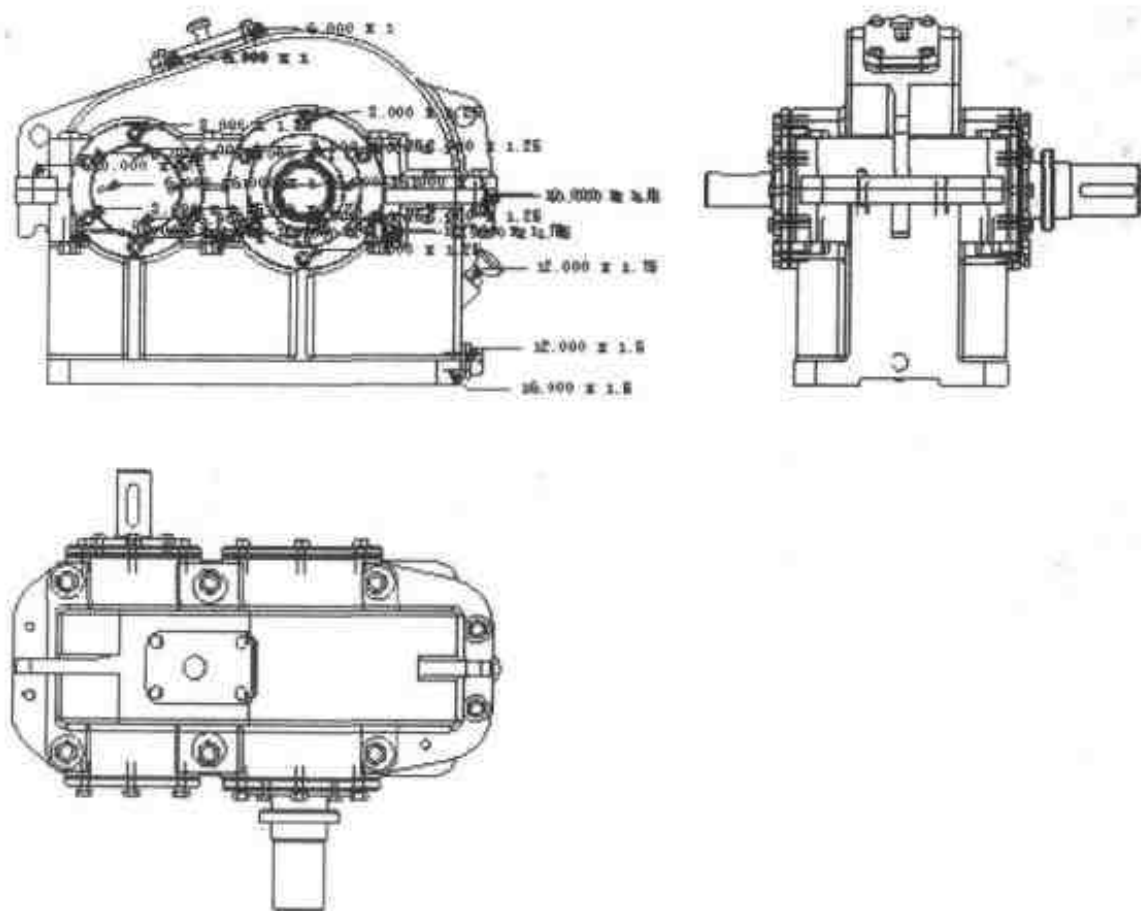

图 3.198 调整后的三视图
- (3) 先后选择顶部视图和左视图，出现红色线框后右击，选择【取消对齐】命令，重新调整视图的对应位置，结果如图 3.198 所示。